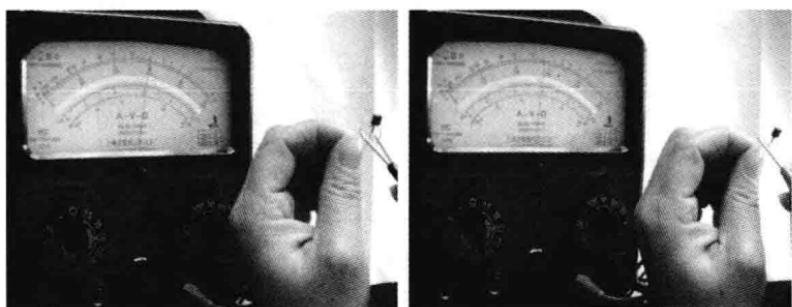

图 4-47 判定基极 b
(1) 将万用表左边的转换开关置于 Ω 挡，右边转换开关置于电阻挡的 $R \times 1k$ 或 $R \times 100$ 挡位，进行欧姆调零。
(2) 用万用表红、黑两表笔测量三极管三个电极中每两个极之间的正、反向电阻值。先假设三极管的某一电极为基极 b，将黑表笔接在假设的基极 b 上，再将红表笔依次接到其余两个电极上，若两次测得的电阻都大（约几 k 到几十 k），或者都小（几百至几 k），对换表笔重复上述测量，若测得两个阻值相反（都很小或都很大），则可确定假设的基极是正确的，否则假设另一极为基极 b，重复上述测试，以确定基极，如图 4-47 所示。
PNP 型管；如果黑表笔接的是基极 b，红表笔分别接触其他两极时，测得的阻值较小，则被测三极管为 NPN 型管，如图 4-47 所示的三极管为 NPN 型管。